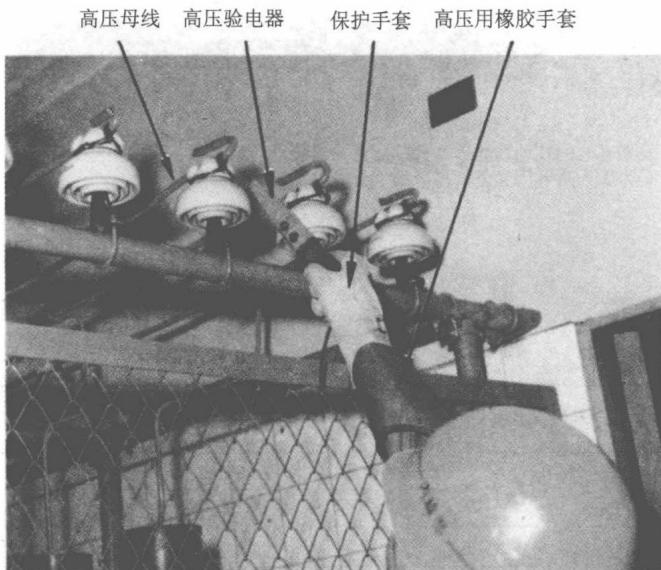

图1.7 6kV高压验电作业
①为了预防发生触电事故灾难,要保持规定的安全距离,戴上高压绝缘橡胶手套作业(图1.7)。